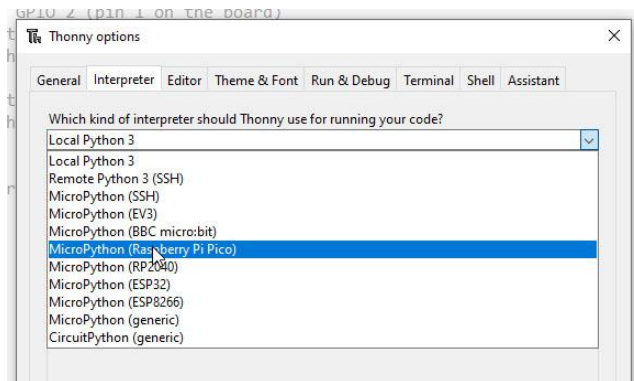

Figura 14
- Una volta che la scheda Raspberry Pi Pico è stata collegata al PC tramite USB, sarà necessario scegliere la scheda corretta che si desidera programmare nell'ambiente di sviluppo "Thonny", nella scheda "Strumenti" - "Opzioni" - "Interprete" il nostro caso "MicroPython (Raspberry Pi Pico) (**Figura 14**)